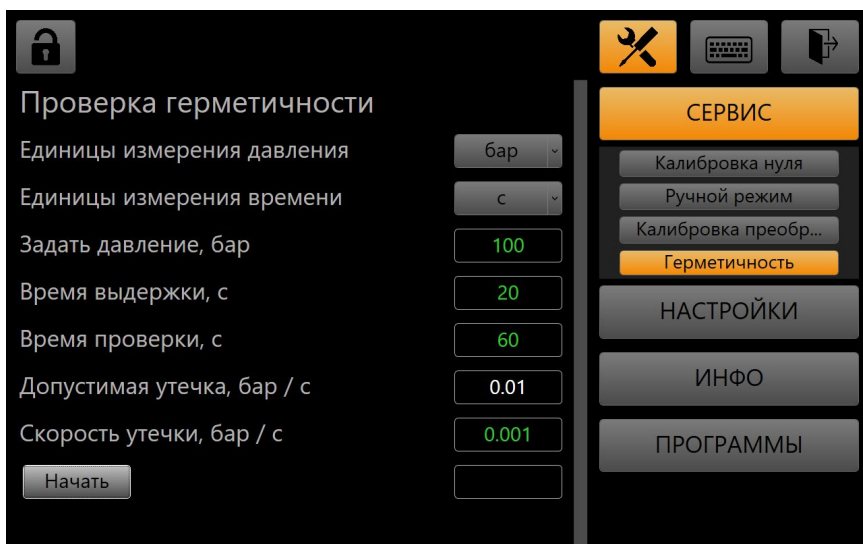

Рис. 13. Проверка герметичности калибратора
2.3.5.4 Раздел **Герметичность** (Рис. 13) служит для проверки герметичности калибратора.